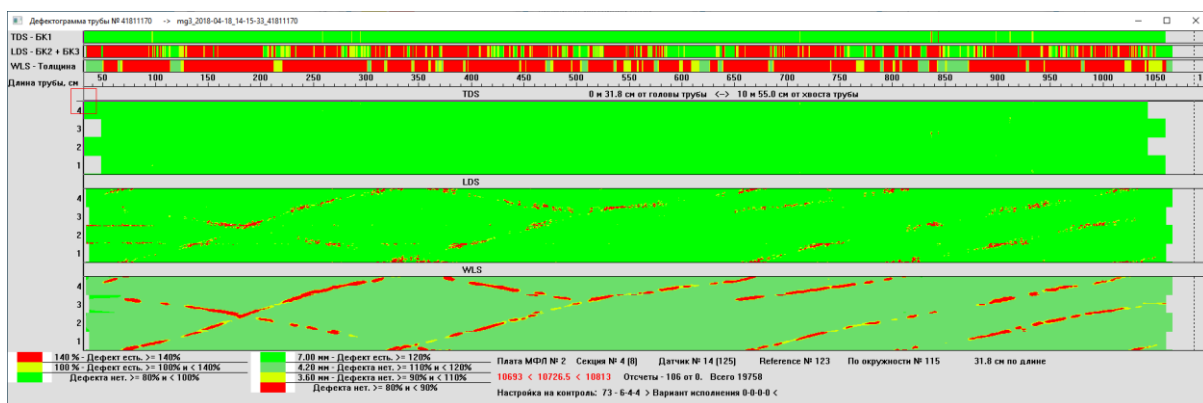

Рисунок 11 – Дефектограмма трубы с эрозией от пробоя электрических кабелей. Красным и желтым цветом обозначены дефектные области
- Графическая развёртка дефектограммы для оценки геометрического положения и размеров дефектов (рис. 11).